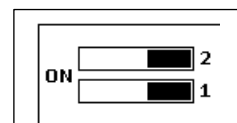

Fig. 12
- Stellen Sie DIP 1 auf ON, wie in Abbildung 12 dargestellt;
- Stellen Sie den DIP-Schalter 2 auf OFF, wenn die verwendeten Fühler vom Typ NO sind (Abb. 12);